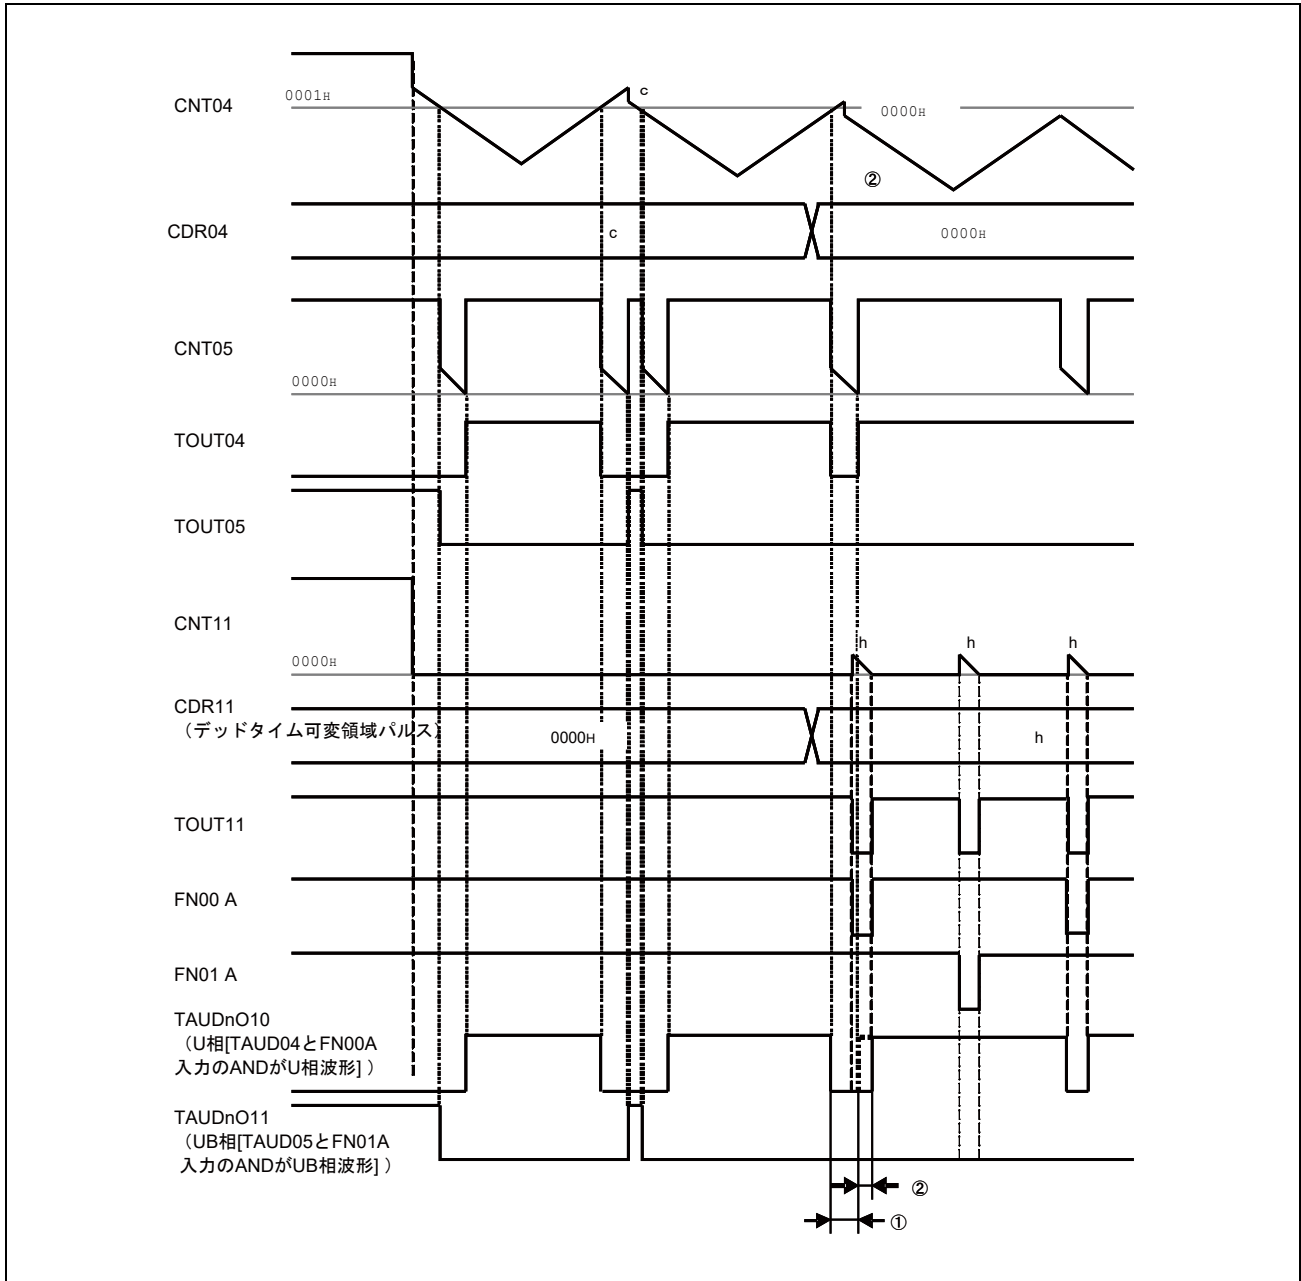

図 24.18 デッドタイム可変領域パルスがデッドタイム付き三角波 PWM 出力に影響した場合
CDR04 へ U 相デューティ 100%設定と同時に CDR11 にデッドタイム可変領域パルス幅の値を設定した場合、**図 24.18** ①で示す TOUT04 から出力される最後の PWM に対し、②で示されるデッドタイム可変領域パルスにより、デッドタイムパルス幅が長くなります。そのため、U 相デューティ 100%設定後、1 周期以上経過したあとに CDR11 を設定してください。